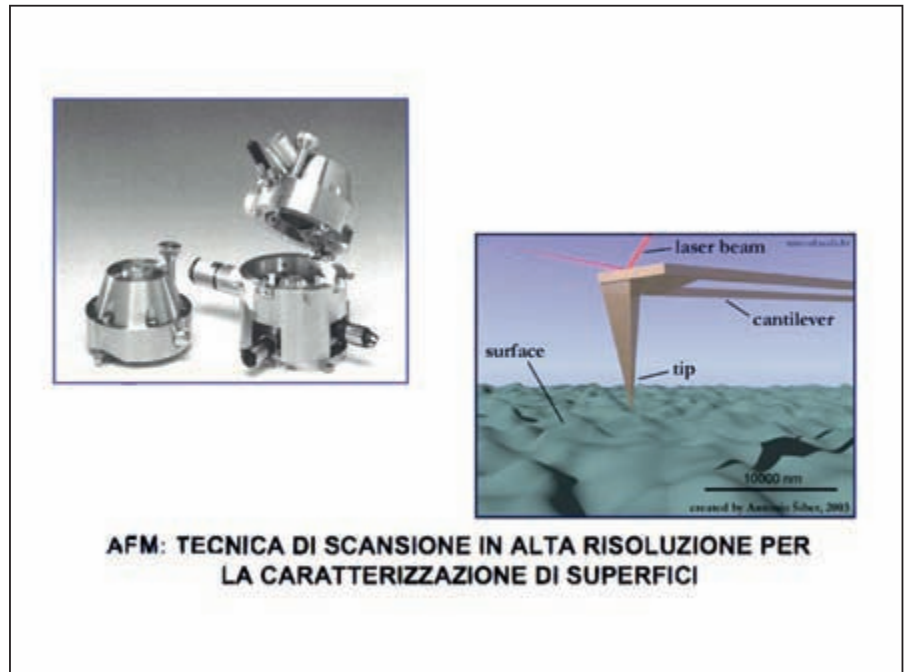

Fig. 2. Microscopia a forza atomica (AFM).
- Abbiamo individuato nella microscopia a forza atomica l'opportuna tecnica in alta risoluzione per la caratterizzazione delle superfici (Fig. 2).